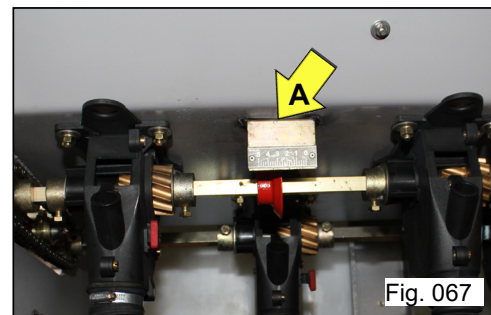

Fig. 067
- Consulte na tabela de distribuição de sementes a seguir, ou no colante fixado no implemento, a quantidade desejada de sementes por hectare a ser distribuída. Verifique qual a posição que deve ser indicado na escala de regulagem "A" (Fig. 067);